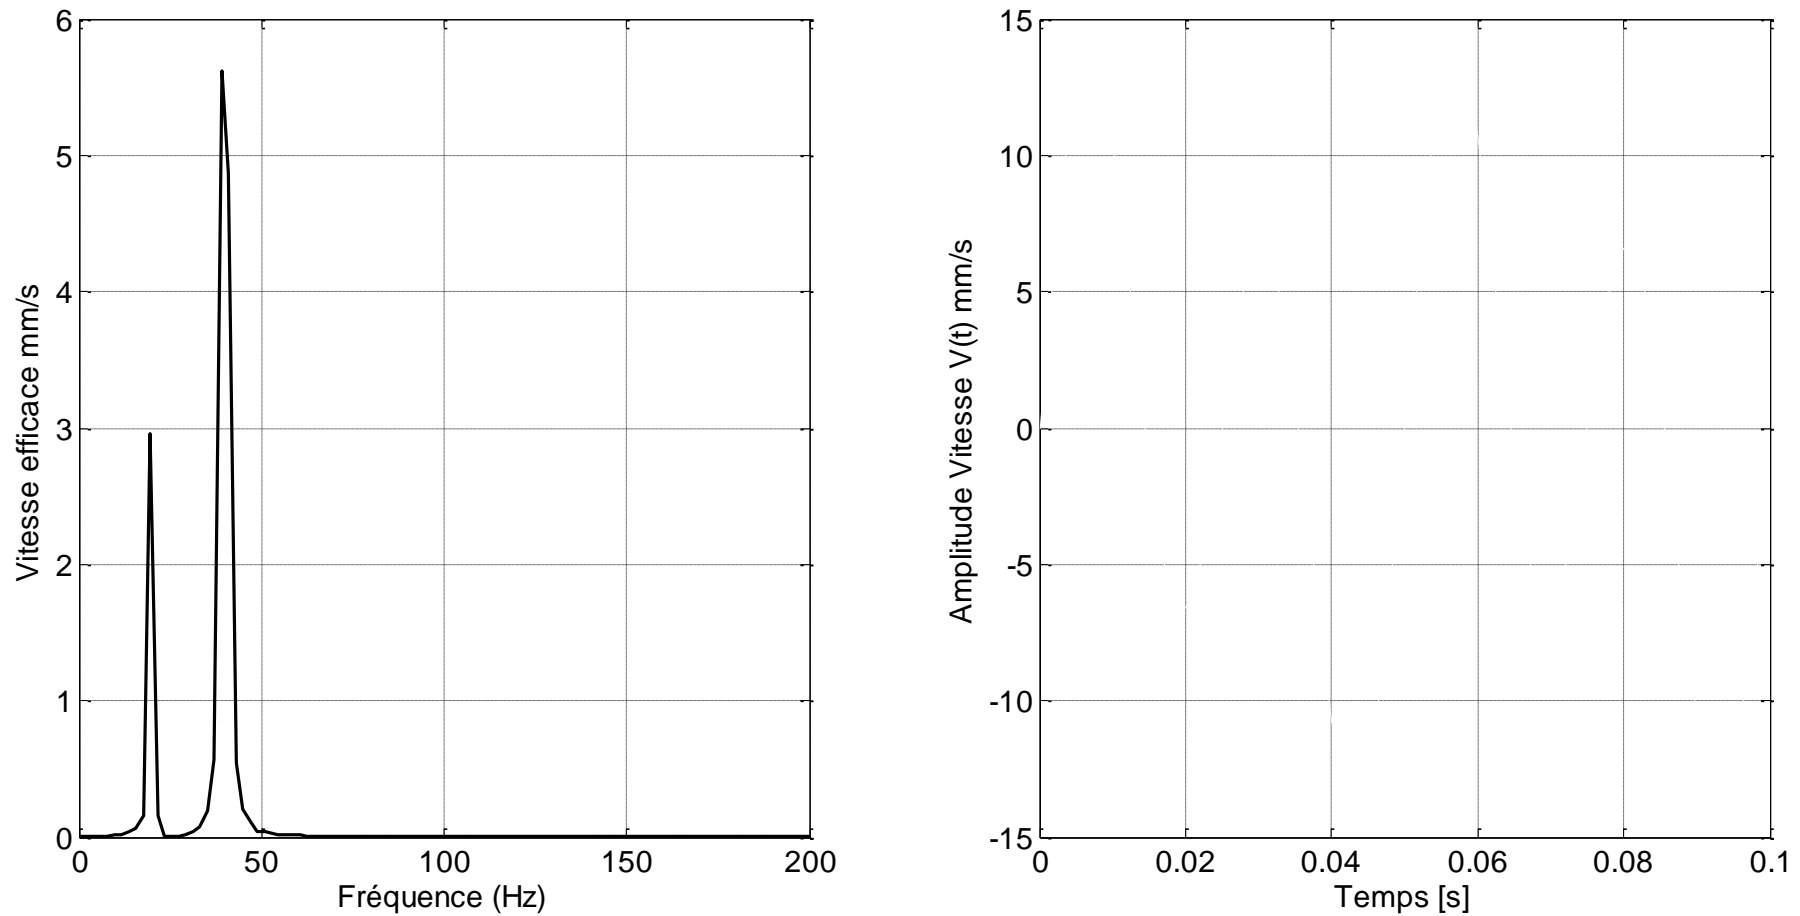

Figure 2 : Document Réponse Exercice 1
Lors du diagnostic le spectre de vibration au point B est indiqué par la Figure 2.
5. Représenter sur le document réponse Figure 2 le signal temporel.